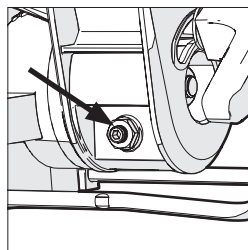

Fig. 10
- Desaperte a porca do parafuso de ajuste do ângulo biselado com uma chave de porcas de 10 mm e uma chave sextavada de 3 mm (não incluídos) (**Fig. 10**).